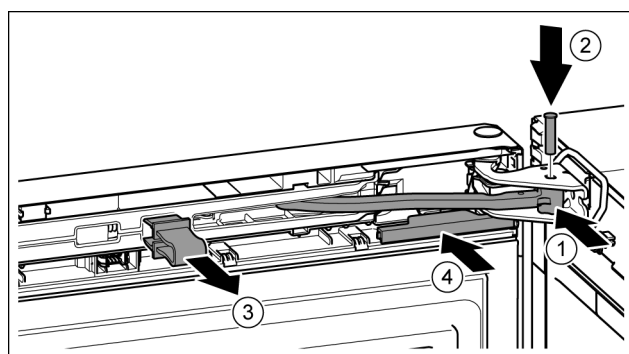

Fig. 42
- ▶ Forgassa a csapágybakba a csuklót. Fig. 42 (1)
- ▶ Helyezze be a csapágybakba és a csuklóba a csapszeget. Közben ügyeljen közben arra, hogy a bekattanó bütyök megfelelően illeszkedjen a horonyba. Fig. 42 (2)
- ▶ Vegye le a biztosítékot. Fig. 42 (3)
- ▶ Tolja fel a fedelet. Fig. 42 (4)